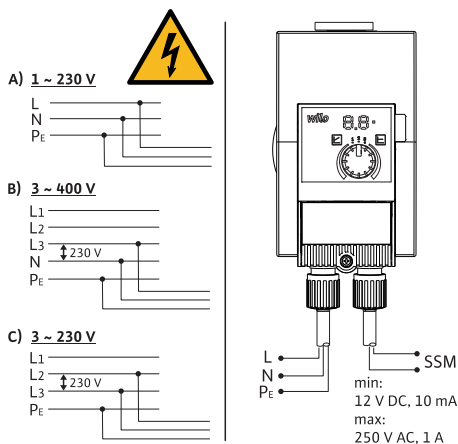

Fig. 3: Možnosti pripojenia
- Pripojte na sieť nízkeho napätia 230 V. Pri pripájaní k IT sieťam (sieť Isolé Terre) sa uistite, že napätie medzi vonkajšími vodičmi (L1–L2, L2–L3, L3–L1 → Fig. 3) nepresahuje 230 V.